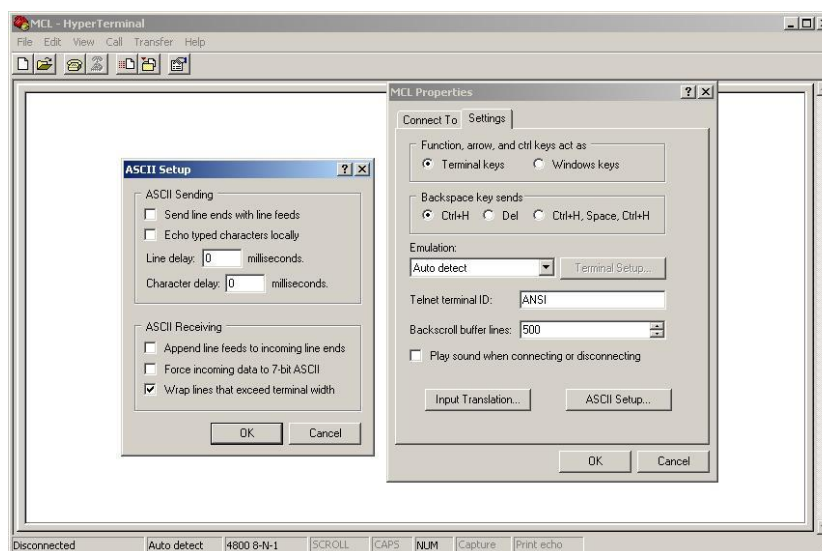

Рис.7
4. Нажмите кнопку „OK“ как указано на рис. 7;